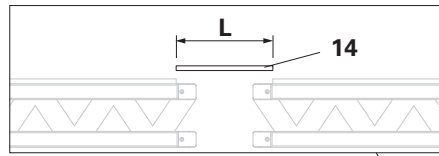

Fig. A4.01.1
Pour des compensations plus petites avec un revêtement en contreplaqué (14) qui repose sur les deux tables. (Fig. A4.01.1)